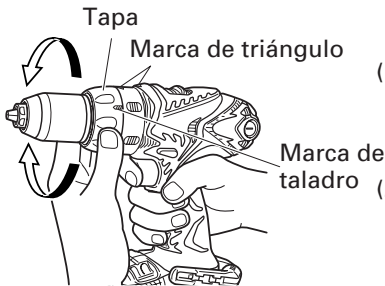

Fig. 22
9. Confirmar la posición de la cubierta (Ver la Fig. 22)
(2) Indicación del par de apriete (Consulte la Fig. 22)
(3) Ajuste del par de apriete (Consulte la Fig. 22)